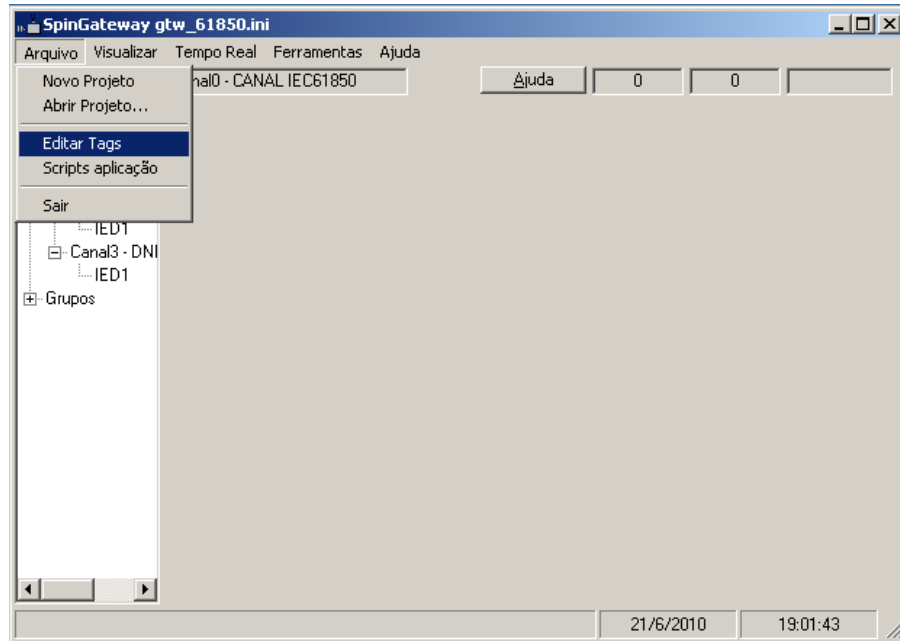

Figura 8 – Editar Tags no SpinGateway
1. Inicialmente, como mostra a figura 8, será aberta a tela com os Tags em IEC-61850 através da seleção de [Arquivo]\[Editar Tags].